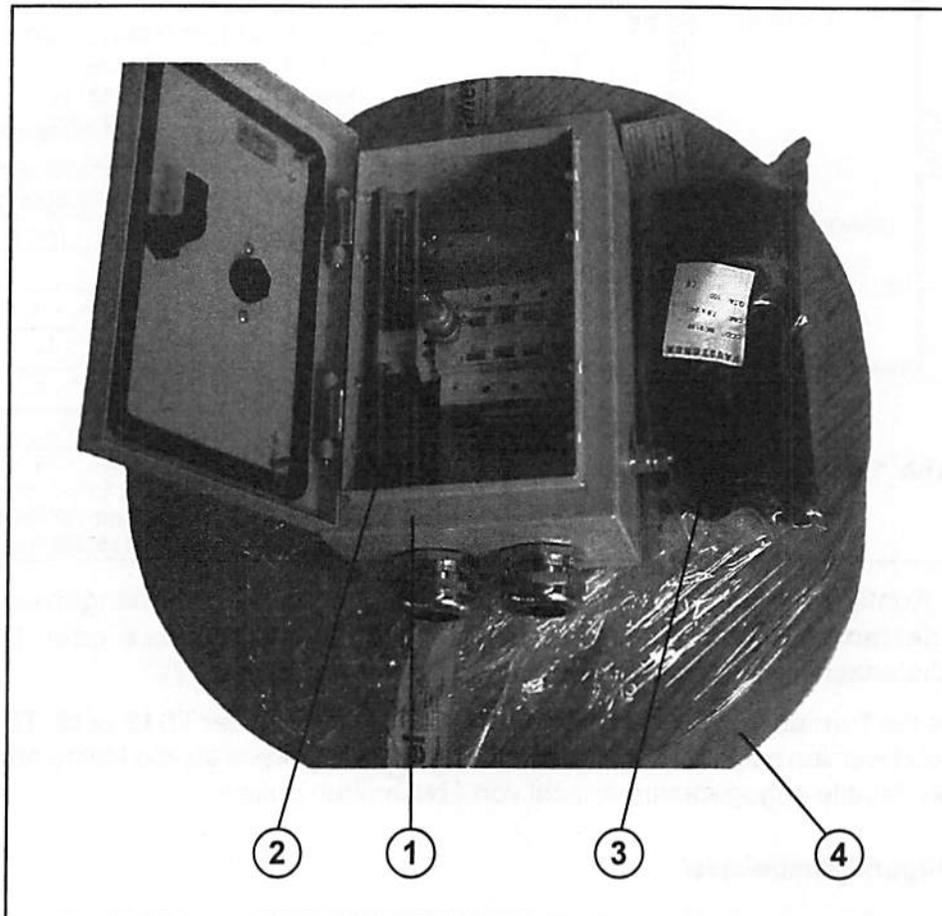
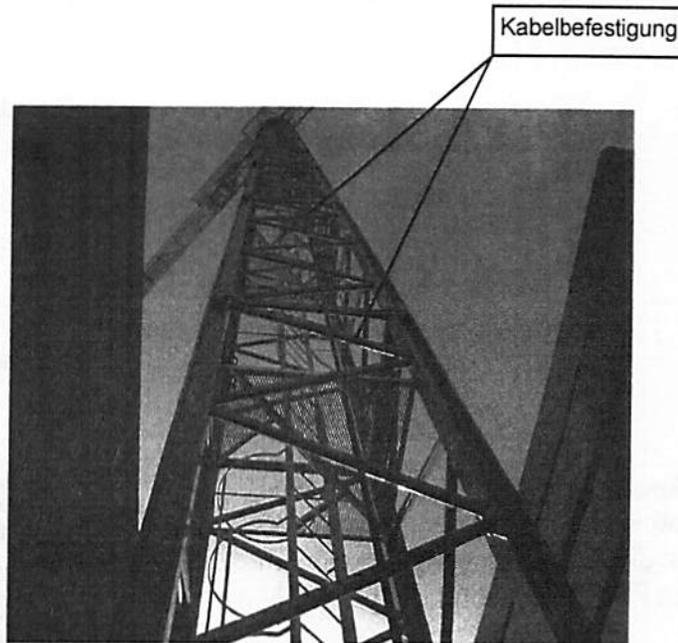

Abb.1.2.1
Abb. 2.2.1
Der Standardkabelbausatz (Abb. 1.2.1) besteht aus einem Kabel (4) mit einem angemessenen Querschnitt und einer angemessenen Länge (konfiguriert für eine Turmhöhe von 5 oder 7 Abschnitten und gekennzeichnet durch verschiedene Codes, und zwar je nach Höhe und Modell der betreffenden Kräne – siehe Tabelle 1.2.1), aus einem Trennkasten (1) sowie aus einem Befestigungssatz für den Kasten (2) und aus Kabelbindern (3).
Das Standardkabel ist auf eine Spule (4) gewickelt (Abb. 1.2.1), um den Hebevorgang und das Abwickeln des Kabels zu erleichtern.
Nach erfolgter Montage des Drehwerks am letzten Turmabschnitt, das Standardkabel mit den mitgelieferten Kabelbindern (3) (Abb. 1.2.1) an jedem Turmabschnitt bis zum Kranfuß sichern (Abb. 2.2.1).
Gemäß der Abbildung 2.2.3, den Leitungskasten (QEL) an der unteren Turmstrebe des Krans befestigen, und zwar mit dem mitgelieferten Befestigungsbausatz (2) (Abb. 1.2.1), der vier Gewindestangen (1), zwei Platten 30x5 (2), acht Unterlegscheiben M6 (3) und acht Muttern M6 (4) beinhaltet.